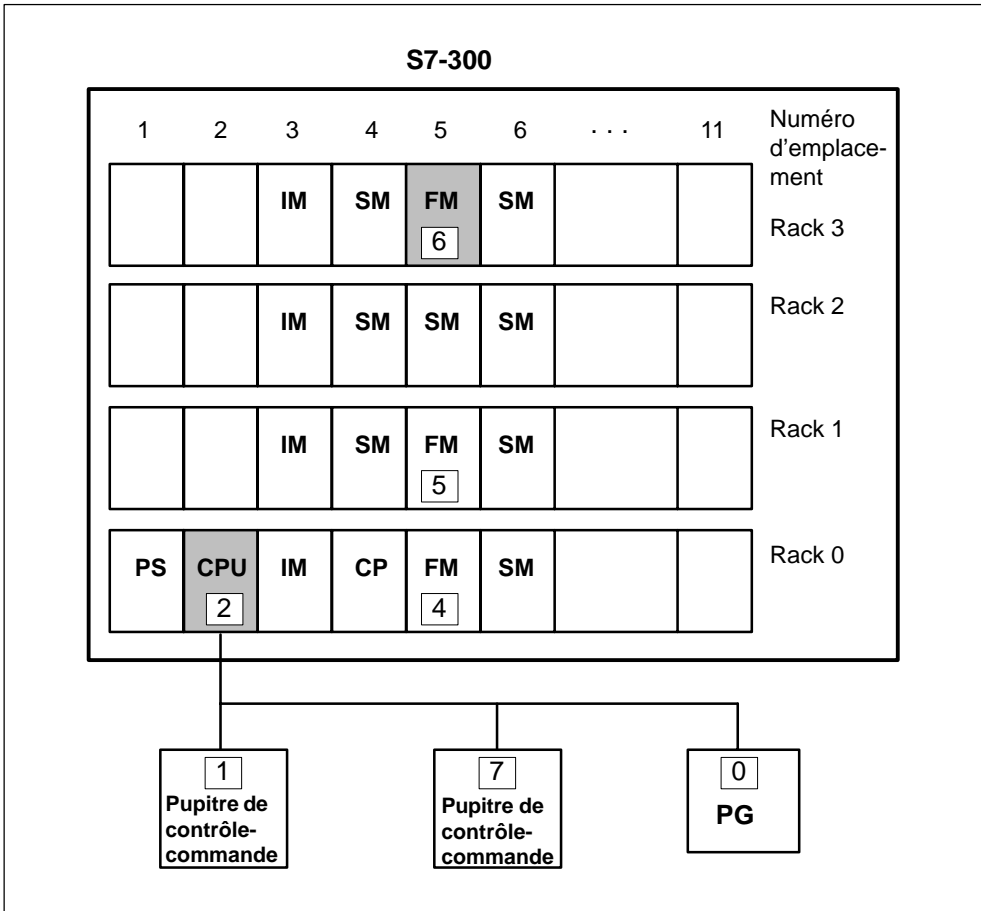

Figure 6-5 Configuration de réseau avec S7-300 et pupitre de contrôle-commande – 4 racks
Une unité S7-300 comporte au maximum 4 racks. Le pupitre de contrôle-commande peut établir une communication avec chacun des modules capables de communiquer qui est enfilé dans ces racks. La figure 6-5 représente une configuration avec plusieurs racks et l'adressage correspondant.
Afin que le pupitre de contrôle-commande puisse communiquer avec le module fonctionnel (FM) représenté en gris sur la figure 6-5, vous devez entrer les paramètres suivants dans la configuration pour le *partenaire de la communication* :
Tableau 6-8 Exemple pour la figure 6-5